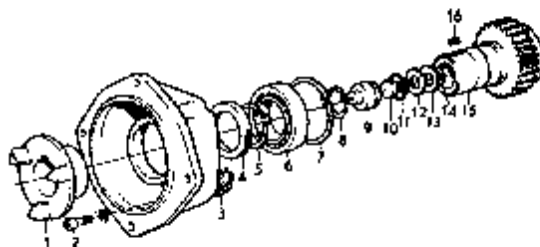

Abb. 64 Vorderes Gehäuse
2. Lager (6, Abb. 64) mit Hilfe des Dornes 884500 in das vordere Gehäuse pressen.
3. Lager mit Sicherungsring (7) sichern.
4. Zahnrad (15) mit Hilfe des Dornes 884263 in das Lager pressen. Achtung! Ein Gegenhalter 884488 muß an dem Innenring des Lagers angebracht werden.
5. Zahnrad mit dem Sicherungsring (5) sichern.
6. Um den Dichtring (16) beim Einbau zu schützen, wird zuerst die Hülse 884487 auf das Wellenende des Zahnrades gesetzt. Etwas Fett auf den Dichtring streichen und diesem mit der Federseite zum Lager gewendet einbauen. Achtung! Der Dichtring darf nur so tief eingepreßt werden, daß seine Fläche mit der Gehäusekante in einer Ebene liegt. Hülse entfernen und Keil (16) einsetzen.
3. Den Kell (16, Abb. 64) auf dem Zahnrad (15) einbauen. Den Mitnehmer (1) auf etwa 150°C erhitzen und einbauen.